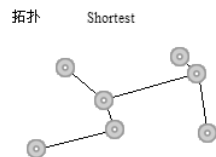
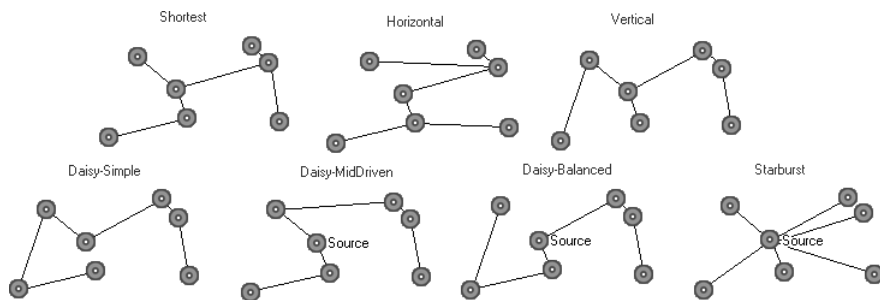

图 9-8 设置走线拓扑结构
图 9-9 各种拓扑结构
(2) “Routing Topology”（走线拓扑结构规则）：用于选择走线的拓扑结构，如图 9-8 所示为该项设置的示意图。各种拓扑结构如图 9-9 所示。